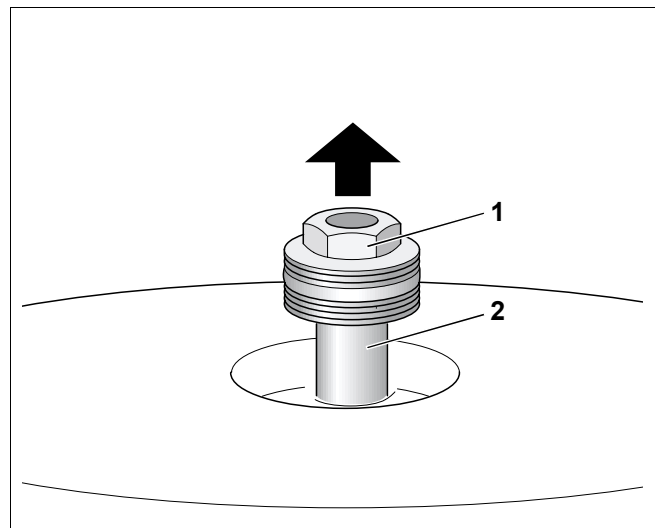

Рис. 12 Замена магниевого анода
- Ослабить гаечным ключом SW 32 шестигранник (рис. 12, поз. 1) магниевого анода.
- Вывернуть анод (рис. 12, поз. 2).